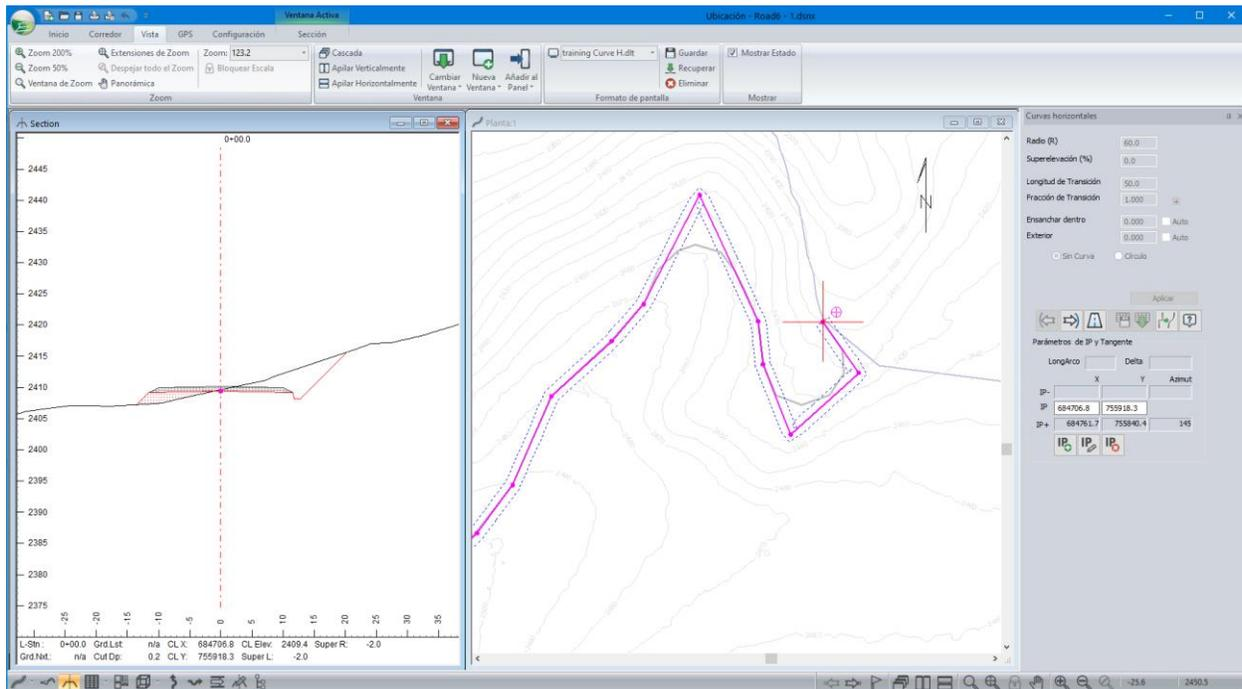

Figura 6-11 : Alineamiento Horizontal Sin Curvas
2. En la pestaña Vista, haga clic en el menú desplegable de Formatos de Pantalla. Localice y expanda la carpeta **Training**, seleccione **training Curve H.dlt**. La pantalla debe ser similar a la Figura 6-11 abajo.